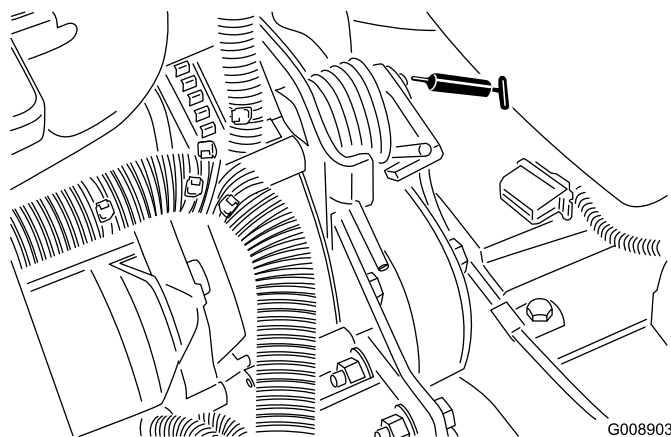

Figura 53
- Perno di tensionamento della cinghia (Figura 53)